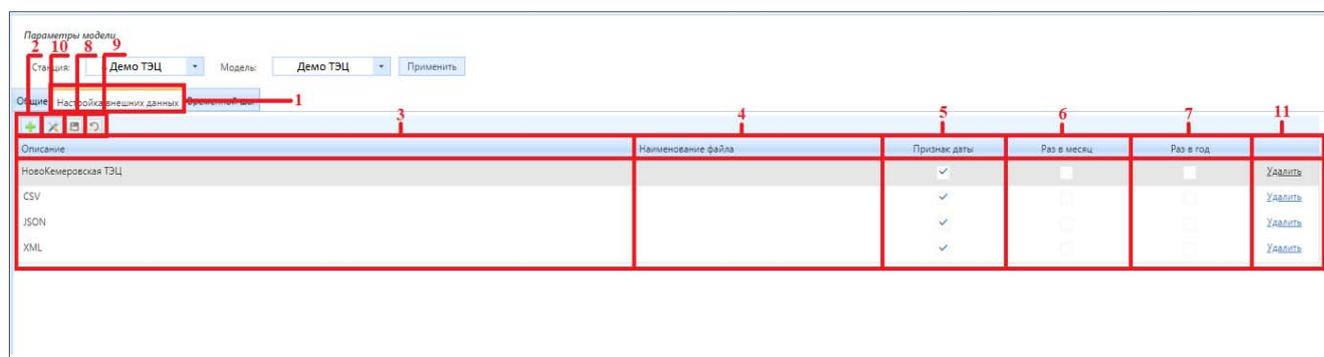
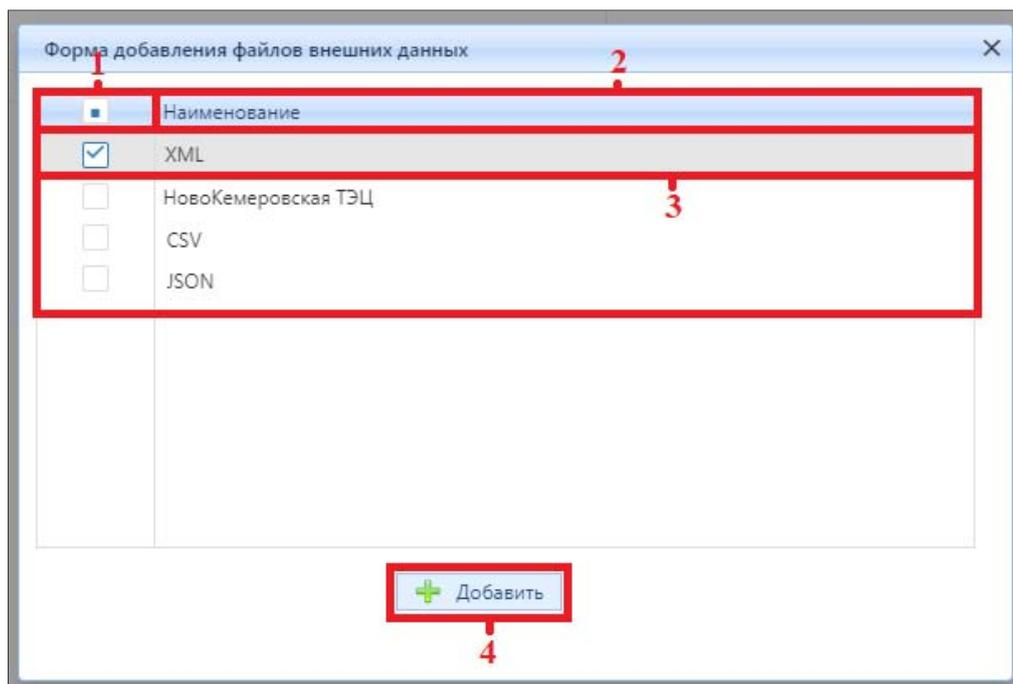

Рисунок 4.2.8 – Визуализация вкладки «Настройка внешних данных»
Рисунок 4.2.9 – Внешний вид окна «Форма добавления файлов внешних данных»
Для создания, просмотра и редактирования настроек в группе «Настройка внешних данных» необходимо перейти на вкладку «Настройка внешних данных» (блок 1) (рис. 4.2.8). В данной группе осуществляется настройка загрузки файлов Системы с исходными данными для предусмотренных форматов, в окне «Заполнение данных» перед выполнением расчета оптимизации. Импорт внешних данных осуществляется на стадии заполнения данных при установлении признака «В работе».
Для создания настройки внешних данных нажмите на кнопку (2) «Добавить файл внешних данных» (рис. 4.2.8). Появится окно «Форма добавления внешних данных» (рис. 4.2.9), в данной форме отображается список файлов с форматами в соответствии с перечнем, настроенным в пользовательском справочнике «Внешние данные Excel». Установите признак в колонке (1) (рис. 4.2.9) для выбора необходимого файла (для примера был выбран признак для файла, имеющего формат XML – поле (3) (рис. 4.2.9). Нажмите кнопку (4) «Добавить» (рис. 4.2.9) для добавления файла.
Окно «Форма добавления файлов внешних данных» автоматически закроется и во вкладке «Настройка внешних данных» добавится новая запись с выбранным файлом. Добавленная запись содержит описание файла (блок 3) (рис. 4.2.8), наименование файла (блок 4) (рис. 4.2.8) – в данной колонке приводится наименование файла, загружаемого в Систему, и не является обязательным условием для осуществления настройки внешних данных.
- Признак даты (блок 5) (рис. 4.2.8) – при установлении признака чтение файла на стадии заполнения данных осуществляется по наименованию, которое имеет вид «гггг.мм.дд.», например «2020.03.23»;
- Раз в месяц (блок 6) (рис. 4.2.8) – при установлении признака чтение файла на стадии заполнения данных осуществляется по наименованию, которое имеет вид «гггг.мм.», например «2020.03»;
- Раз в год (блок 7) (рис. 4.2.8) – при установлении признака чтение файла на стадии заполнения данных осуществляется по наименованию, которое имеет вид «гггг.», например «2020».
Установите один из вышеперечисленных признаков и нажмите кнопку (8) «Сохранить изменения» (рис. 4.2.8) для подтверждения введенных записей в строке.
Для отмены добавленной записи нажмите на кнопку (9) «Отменить изменения» (рис. 4.2.8).
Для редактирования настройки внешних данных выделите необходимую строку с записью (выделенная строка отобразится серым цветом). Затем двойным кликом мыши нажмите на редактируемую запись. Внесите изменение в записи. Далее нажмите на кнопку (8) «Сохранить» (рис. 4.2.8) для сохранения внесенных изменений. Для отмены редактирования записи нажмите на кнопку (9) «Отменить изменения» (рис. 4.2.8).
Для удаления настройки внешних данных выделите необходимую строку с записью нажатием левой кнопки мыши (выделенная строка отобразится серым цветом). Нажмите на ссылку - «Удалить» в колонке (11) (рис. 4.2.8). После нажатия выделенная запись подсветится зеленым цветом, а ссылка «Удалить» изменится на «Восстановить», предназначенная для восстановления записи. Далее нажмите на кнопку (8) – «Сохранить» (рис. 4.2.10) для подтверждения действия. Для отмены действия нажмите на кнопку (9) – «Отменить изменения» (рис. 4.2.10).
Для отключения настройки загрузки файла с внешними данными нажмите на кнопку (10) «Настройка файлов для расчета» (рис. 4.2.8). Далее в появившемся окне «Форма настройки файлов по типу расчета» (рис. 4.2.10) отобразится список с файлами, для которых были ранее созданы настройки: